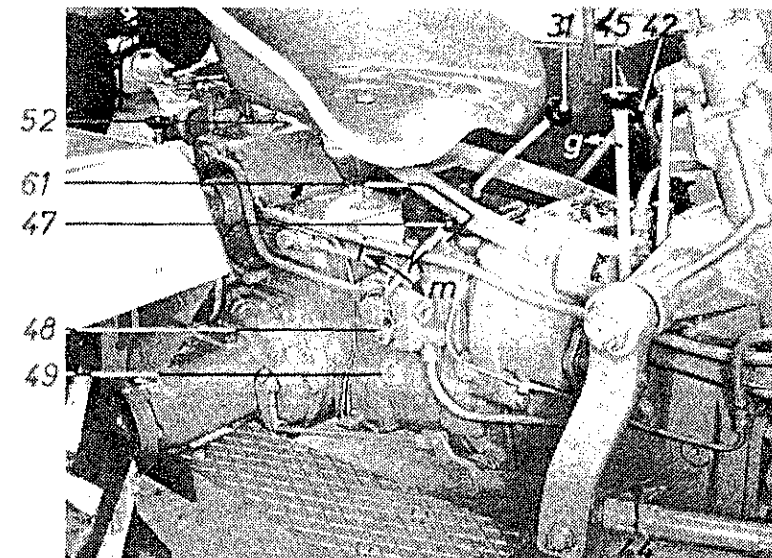

Abb. 8
Die Differentialsperre bewirkt gleichzeitig eine starre Verbindung der beiden Vorderräder bzw. Hinterräder, womit das Durchrutschen eines einzelnen Rades vermieden wird. Die Differentialsperre wird ausgelöst durch Ziehen des Handhebels für Differentialsperre (45) (Abb. 8) nach hinten. Die Übertragung der Bedienungskraft geschieht hydraulisch. Bei gesperrtem Differential, also bei starr miteinander verbundenen Räderpaaren, darf die Maschine nur geradeaus gelenkt werden. Beim Loslassen des Handhebels (45) rückt die unter Druck stehende Differentialsperre selbsttätig wieder aus.